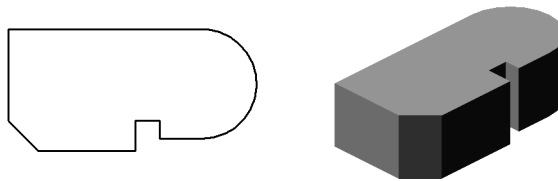

Рис. 76.3. Эскиз и элемент, образованный операцией выдавливания
- ▼ **Выдавливание** эскиза в направлении, перпендикулярном его плоскости (рис. 76.3).